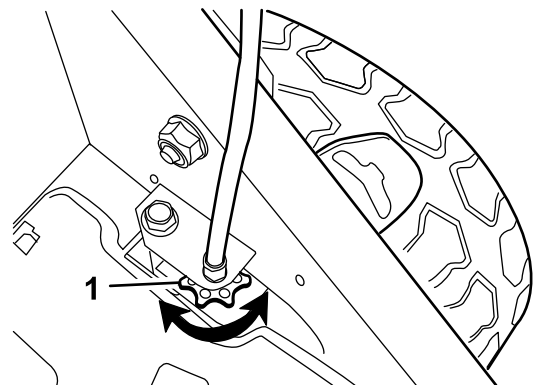

Figura 25
- Si las ruedas no giran al apretar la barra de autopropulsión, la correa de transmisión está demasiado floja. Gire el mando de control de la transmisión de las ruedas (Figura 25) una vuelta en sentido horario y repita los pasos 4 a 6.
- Si las ruedas giran antes de apretar del todo la barra de autopropulsión, la correa de transmisión está demasiado apretada. Gire el mando de control de la transmisión de las ruedas (Figura 25) una vuelta en sentido antihorario y repita los pasos 4 a 6.